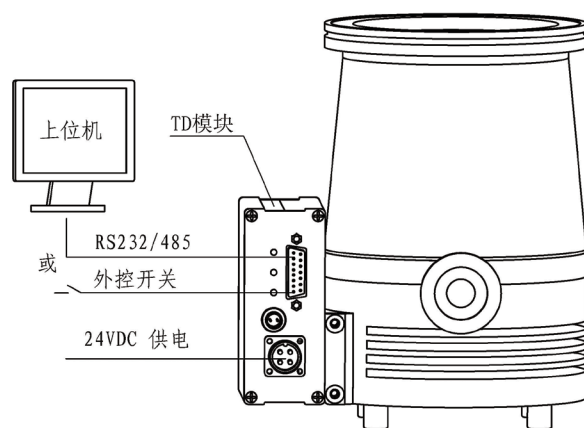

图 10 24VDC 供电方案
► **24VDC 供电方案**：客户选购 KYKY 标准分子泵产品（自带 TD 驱动模块），然后由客户自己配置 24VDC 供电和外控 / 通讯功能（产品标配 RS232，RS485 选配）（见图 10）。